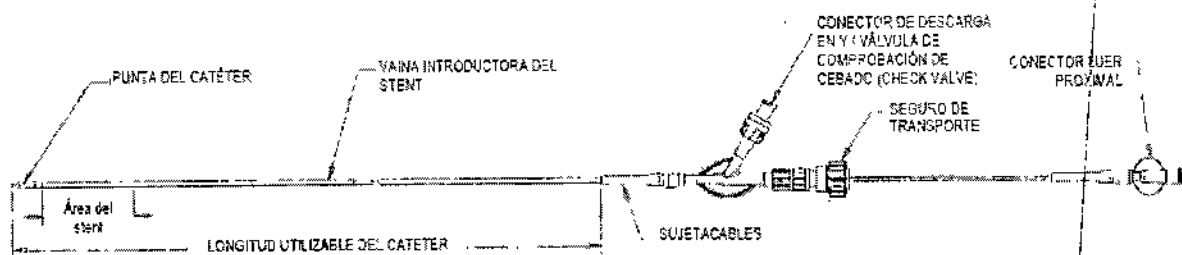

Figura 2
- Como se aprecia en la Figura 2, el sistema de stent comprende un conjunto tubular interno que contiene el lumen del alambre guía, una vaina introductora del stent y una vaina estabilizadora del sistema, unidas mediante un mecanismo de despliegue de sujetar y tirar. El lumen del alambre guía termina distalmente en una punta de catéter de dispositivo introductor cuyo diseño no infiere lesión alguna y comienza proximalmente en un conector luer diseñado para aceptar una guía compatible.